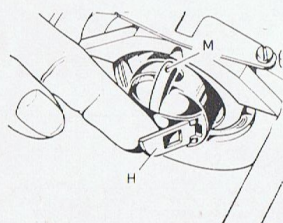

Abb. 9
- Der Kapselriegel « H » (Abb. 9) wird gelüftet und die Kapsel nach links herausgezogen.
- Dann fasst man die Kapsel am Kapselriegel « H » und schiebt sie auf den Mittelzapfen des Bahnschwinggreifers (Abb. 9). Die Nase « M » muss dabei in die Aussparung im Greiferhalterring eintreten.